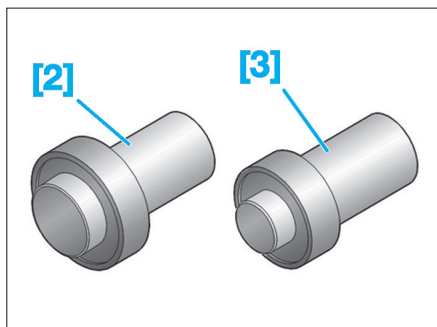

Fig. 3
- [2]. Tampon de montage de bagues d'étanchéité de sortie de pont gauche (réf : 0317 T) (Fig.3).